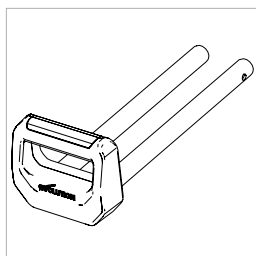

Fig. 4
- Las correderas del carro **(Fig. 4)**